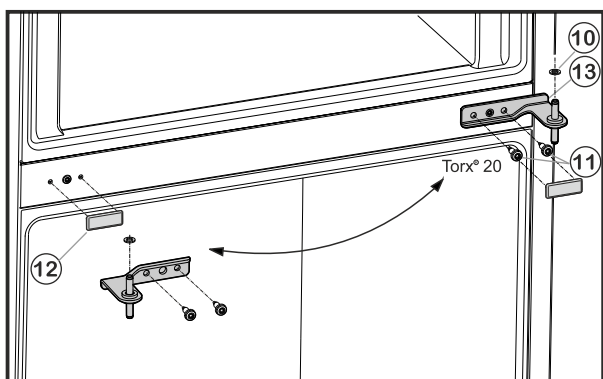

Fig. 6
- ▶ Atsukite tvirtinimo varžtus *Fig. 6 (11)* (2 „Torx® 20“) ir iš apatinių durų ištraukite vidurinę atraminę gembę.
- ▶ Nuimkite plastikinę poveržlę *Fig. 6 (10)*.
- ▶ Atsargiai nutraukite dengiamąją plokštelę *Fig. 6 (12)*.
- ▶ Dengiamąją plokštelę *Fig. 6 (12)* vėl uždėkite priešingoje pusėje.
- ▶ 180° pasuktą vidurinę atraminę gembę *Fig. 6 (13)* įstatykite į apatines duris ir tvirtinimo varžtais *Fig. 6 (11)* (2 „Torx® 20“) tvirtai prisukite kitoje lankstų pusėje (**su 4 Nm**).
- ▶ Vėl uždėkite plastikinę poveržlę *Fig. 6 (10)*.
- ▶ Viršutines duris uždėkite ant vidurinės atraminės gembės *Fig. 6 (13)*.